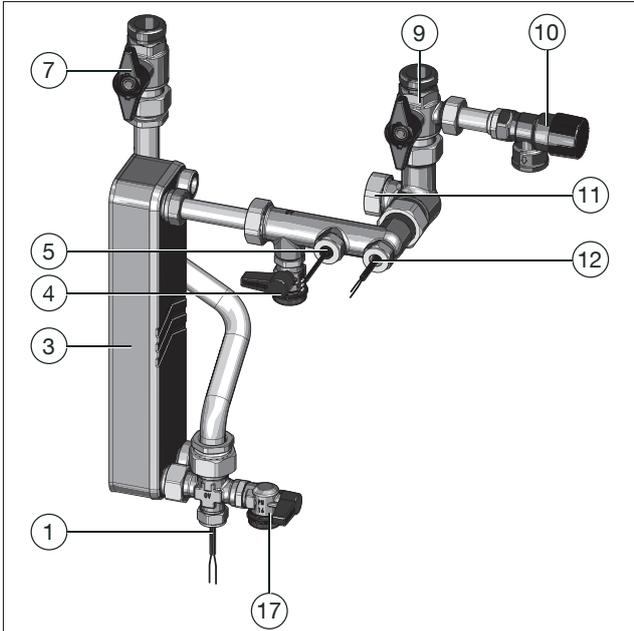

Fig. 21: Llenado y purgado del circuito de agua potable
1. Abra lentamente la válvula de bola de corte de agua potable (caliente) (ver posición (7) en Fig. 21 y en Fig. 1 en página 10).
2. Abra lentamente la válvula de bola de corte de agua potable (fría) (ver posición (9) en Fig. 21 y en Fig. 1 en página 10).
- ▶ Si persiste el ruido en el circuito de agua potable como resultado de burbujas de aire, abra ligeramente la válvula de llenado y vaciado del agua potable (caliente) hasta que salga sólo agua (ver posición (17) en Fig. 21 y en Fig. 1 en página 10).